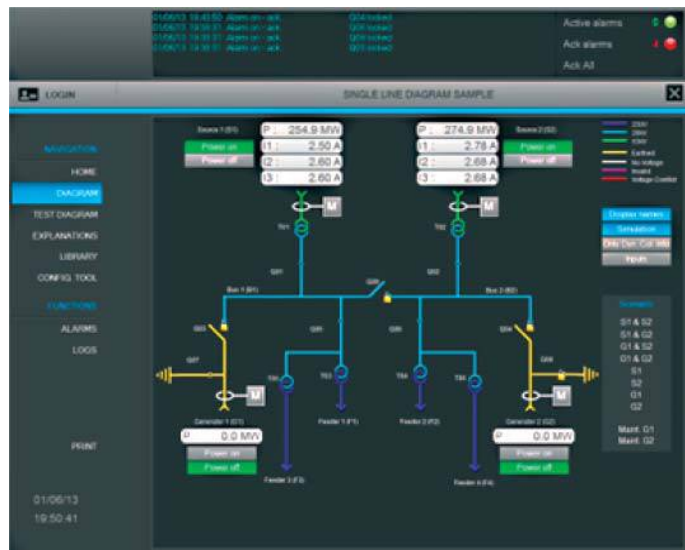

Рис. 1. Пример динамического выделения шины цветом в PcVue
- Функция динамического выделения шины цветом (Dynamic Busbar coloring, рис. 1).